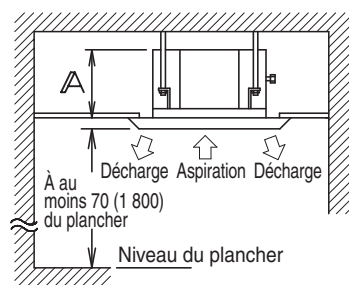

Fig. 1
(1) Sélectionnez un emplacement d'installation qui respecte les conditions suivantes, tout en obtenant l'accord du client.
- Là où l'espace est suffisant pour permettre l'installation et l'entretien. (**Reportez-vous à la Fig. 1**)